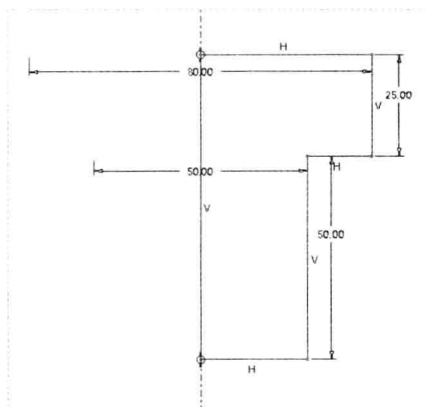

图 8-11 绘制截面
Step 04 弹出 S2D0001 草绘窗口，单击“草绘”选项卡中的相应按钮，绘制截面，如图 8-11 所示。